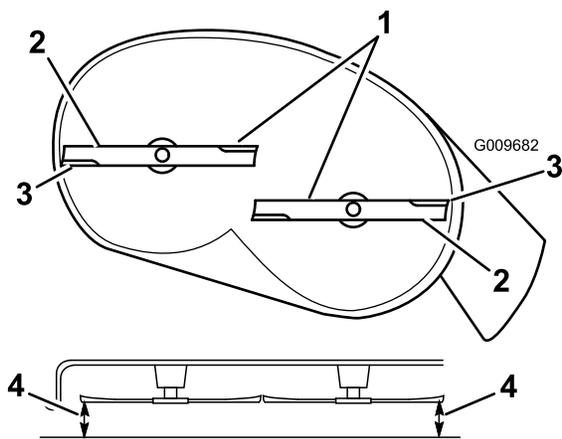
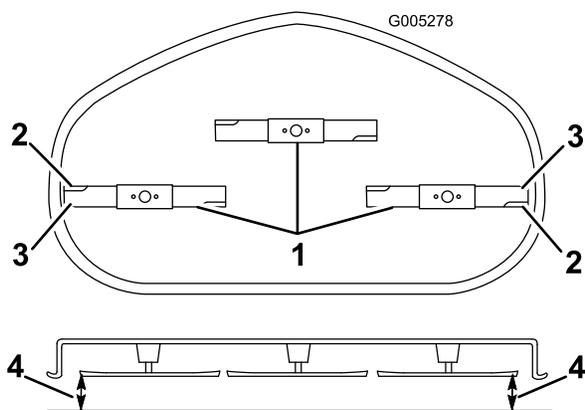

Figura 66
Figura 67
- Gire cuidadosamente las cuchillas hasta que estén todas orientadas lateralmente (Figura 66 y Figura 67).
5. Mida entre los bordes de corte exteriores y la superficie plana (Figura 66 y Figura 67).